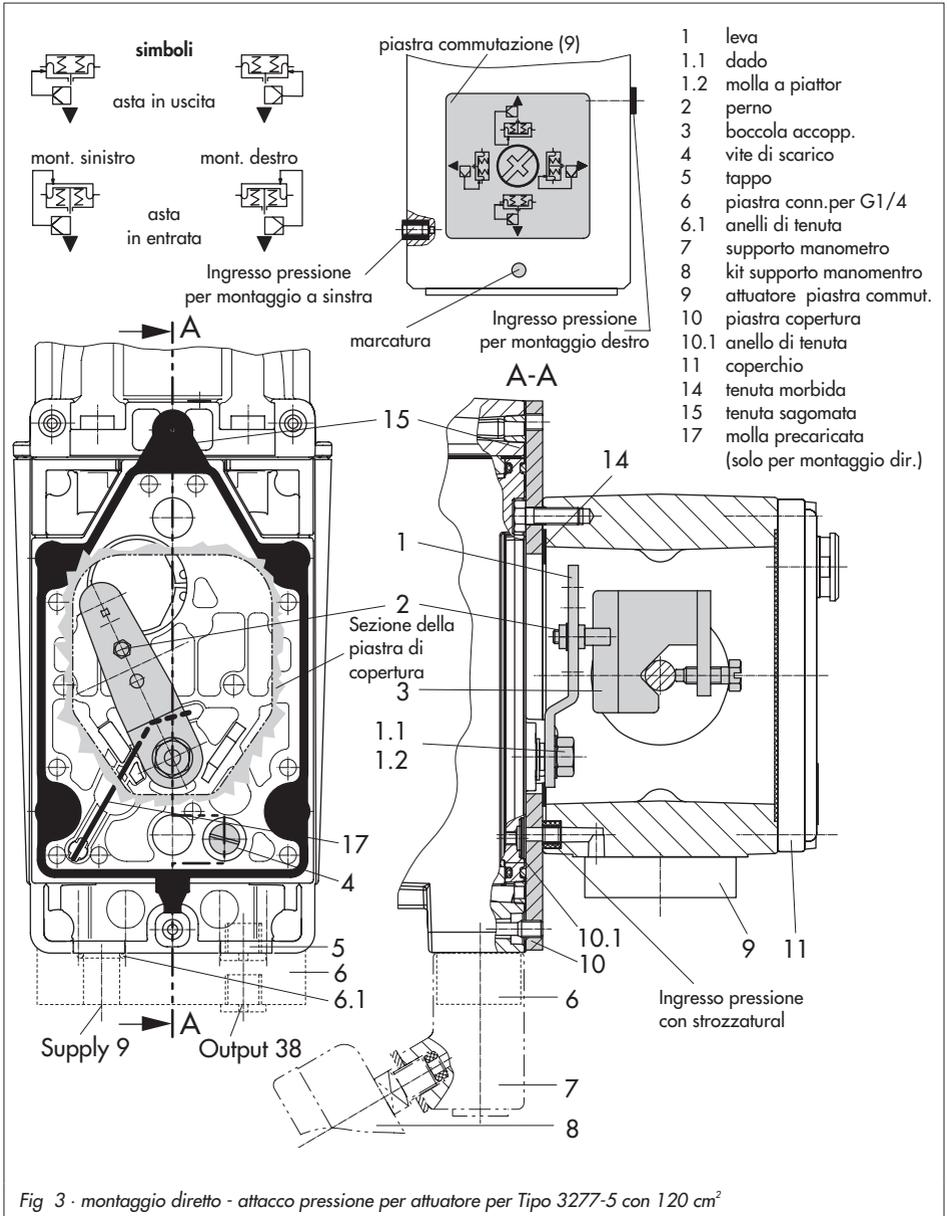

Fig 3 - montaggio diretto - attacco pressione per attuatore per Tipo 3277-5 con 120 cm2
5. Fissare la piastra di copertura (10) con il lato più stretto della sezione (fig. 3 a sinistra) in direzione dell'attacco di pressione. La tenuta morbida (14) deve puntare verso il castello dell'attuatore.
6. **Corsa 15 mm:** mantenere il perno (2) sulla leva M (1) sul lato posteriore del posizionatore in pos. **35** (standard).
**Corsa 7,5 mm:** rimuovere il perno (2) dalla posizione **35**, riposizionarlo nel foro per la posizione **25** e avvitare.
7. Adagiare la guarnizione sagomata (15) nell'apposita sede ricavata sul corpo del posizionatore, esercitando sulla stessa una lieve pressione in corrispondenza dei quattro punti di ancoraggio posti sopra le viti del corpo nonchè in prossimità dei due inviti posti sulle nicchie dello stesso.
8. Portare la molla precaricata (17) tramite il traversino sotto la leva (1), e posizionarla nel foro del corpo. Appoggiare il posizionatore sulla piastra di copertura (10) e avvitare con le sue viti di fissaggio. Controllare se il perno (2) si trova sulla parte superiore della boccola d'accoppiamento (3). La leva (1) deve rimanere con la forza della molla sulla boccola d'accoppiamento.